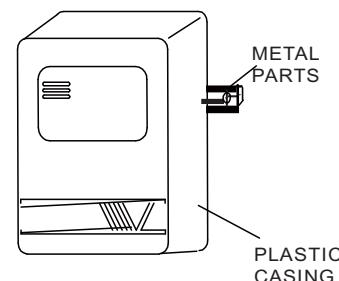

FIG. 2
1. HOLD THE DOORBELL RECEIVER FROM THE PLASTIC CASING CAREFULLY. DO NOT TOUCH THE METAL PARTS.(SHOWN IN FIG .2)